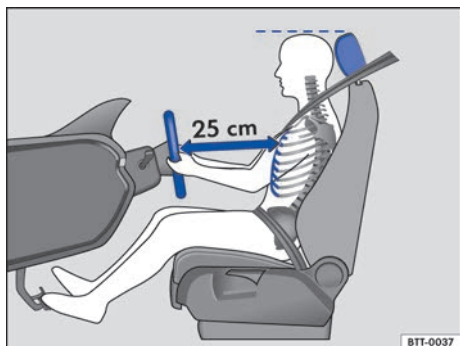
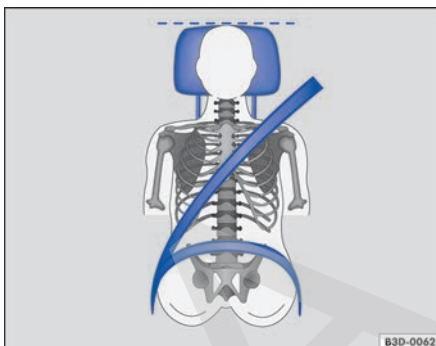

Fig. 35 La distancia correcta entre el conductor y el volante tiene que ser de 25 cm como mínimo.
Fig. 36 Posición correcta de la banda del cinturón de seguridad y ajuste correcto del apoyacabezas.
- Ajuste el asiento de modo que quede una distancia mínima 25 cm \Rightarrow fig. 35 entre el volante y el tórax y que el conductor pueda sujetar el volante del borde exterior con las dos manos y los brazos ligeramente doblados.
- Ajuste el asiento del conductor en sentido longitudinal de forma que el conductor pueda pisar a fondo los pedales con las piernas apenas arqueadas \Rightarrow fig. 35.
- Para los asientos con apoyacabezas: ajuste el apoyacabezas de manera que su borde superior se encuentre preferentemente en la misma línea de la parte superior de la cabeza \Rightarrow fig. 35 y \Rightarrow fig. 36 – pero nunca debajo de la altura de los ojos. Coloque la parte posterior de la cabeza lo más cerca posible del apoyacabezas.